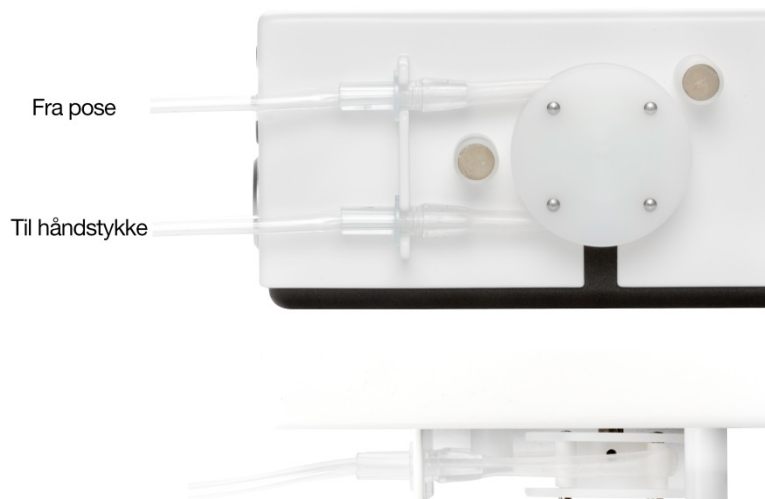

Fig. 2
3. Mens den sterile assistent holder slangen i position, strækker den ikke-sterile assistent slangens pumpedel rundt om pumpe rotoren og indsætter de to plastkoblinger i de respektive U-formede udskæringer. Se Fig. 2.